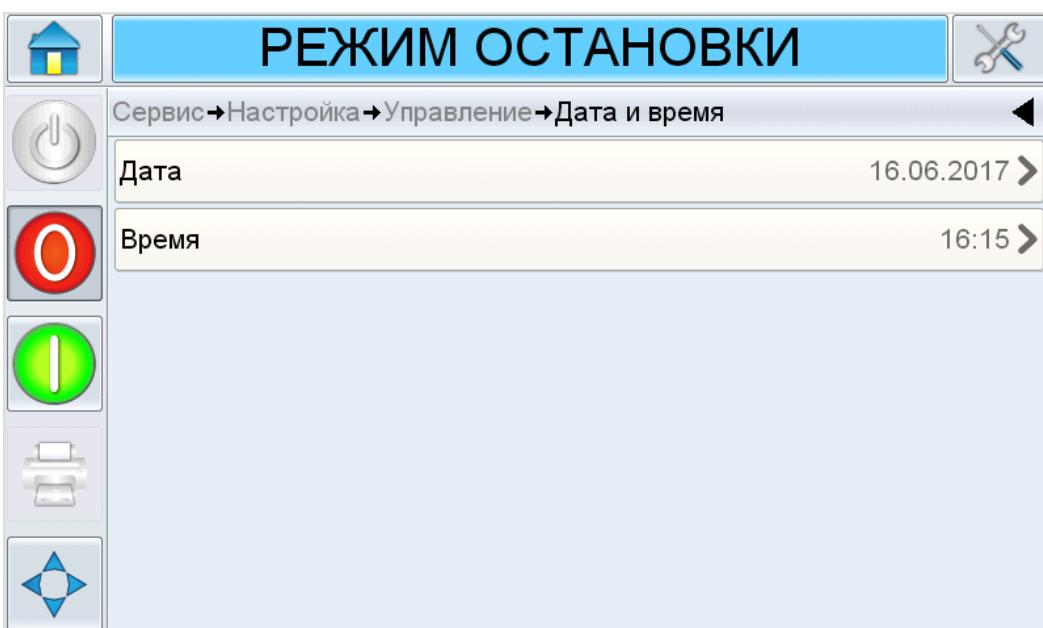

Рис. 4-6: Дата и время в контроллере CLARiTY
1. Войдите в *Tools (Инструменты) > Setup (Настройка) > Control (Управление) > Date and Time (Дата и время)* (см. Рисунок 4-6).